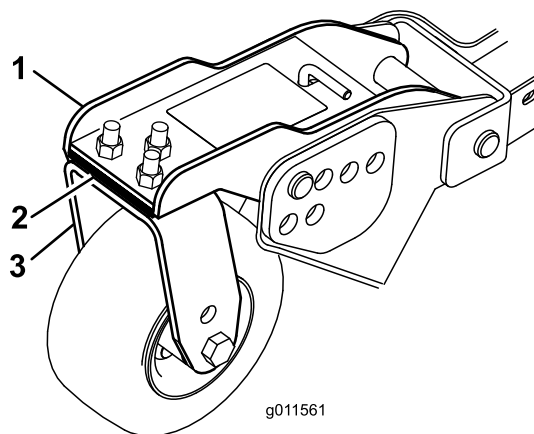

Рисунок 27
- Отрегулируйте количество 3-миллиметровых регулировочных прокладок на рычаге (рычагах) передних поворотных колес так, чтобы высота скашивания соответствовала указанному на наклейке значению (Рисунок 27).
7. Если внутренняя кромка бокового режущего блока находится слишком высоко по отношению к наружной кромке переднего режущего блока, снимите одну регулировочную прокладку толщиной 3 мм с нижней части рычага переднего внутреннего поворотного колеса на боковом режущем блоке (**Рисунок 27**).